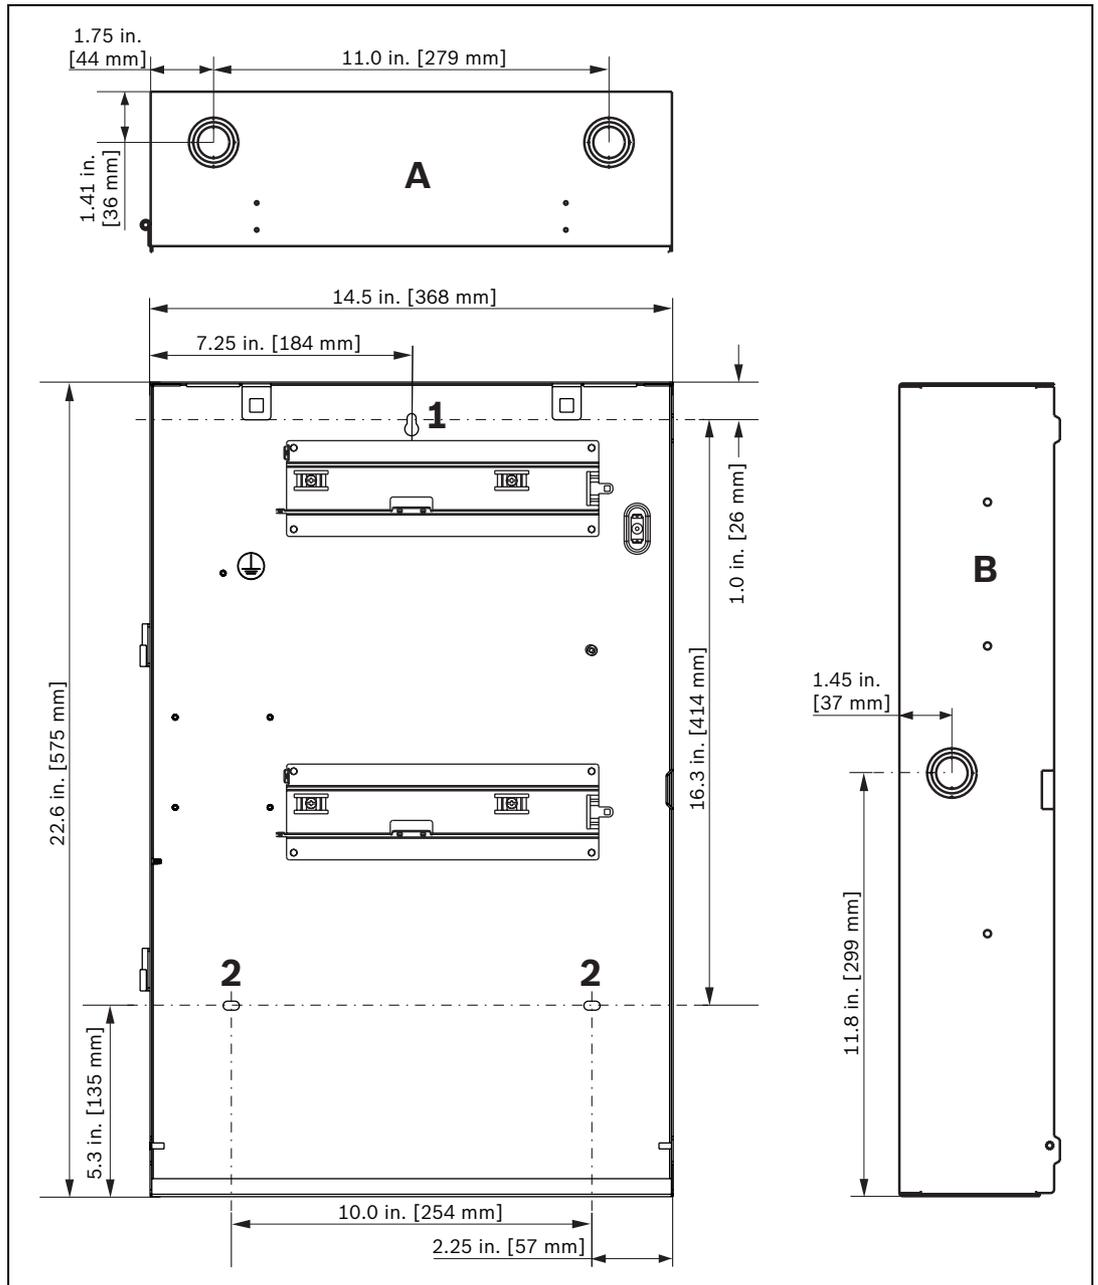

Figura 4.1 Diagrama de las Dimensiones del Gabinete (en centímetros y pulgadas)
El gabinete se monta utilizando un orificio ubicado en la parte superior de la caja trasera (consulte la *Figura 4.1*, elemento 1), y dos orificios de seguridad ubicados en la sección inferior (consulte la *Figura 4.1*, elemento 2).
1. Use el gabinete como guía y marque el orificio de montaje superior en la superficie de montaje (consulte la *Figura 4.1*).
6. Abra en el gabinete las entradas de cable requeridas (consulte la *Figura 4.1* en la *Página 49*).